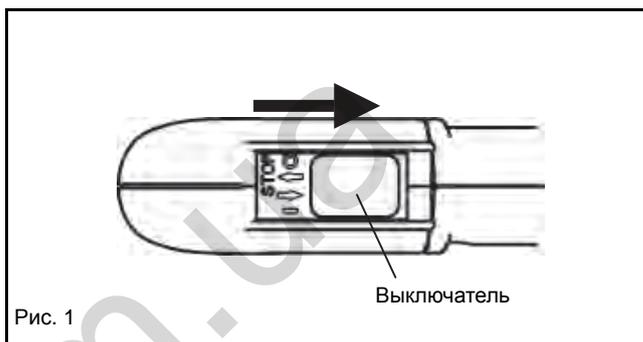

Рис. 1
Расположите двигатель на ровной горизонтальной поверхности, как показано на Рис. 1.
- Если двигатель расположен не так, как показано на Рис. 1, на горизонтальной поверхности, возможно неправильное показание уровня масла.
- (1) Поместите воздуховодку на плоскую поверхность.
- (2) Переведите выключатель в положение "I" (Рис. 1).
- (1) Проверьте, чтобы крышка топливного бака была крепко закручена.
- (2) Снимите колпачок масленки.
- (3) Наклоните инструмент, как показано на Рис. 1.